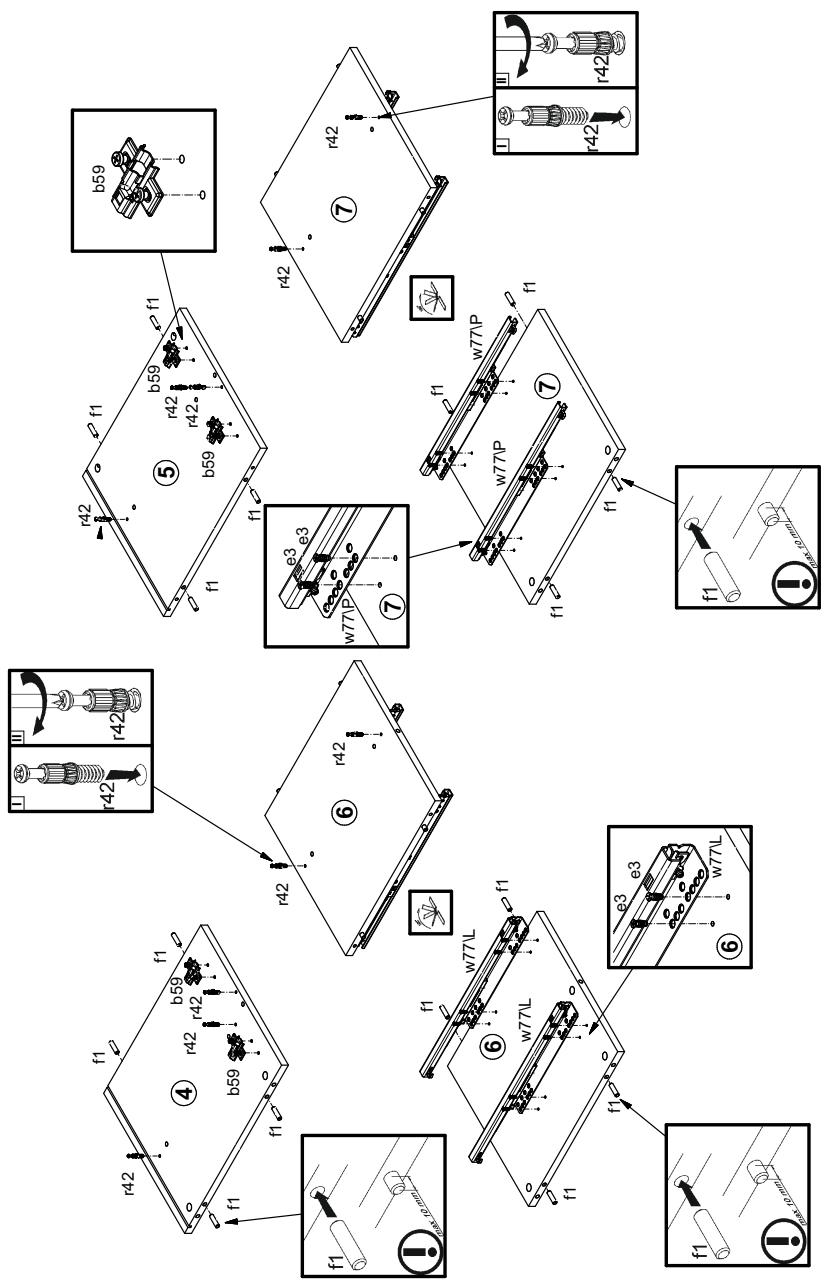
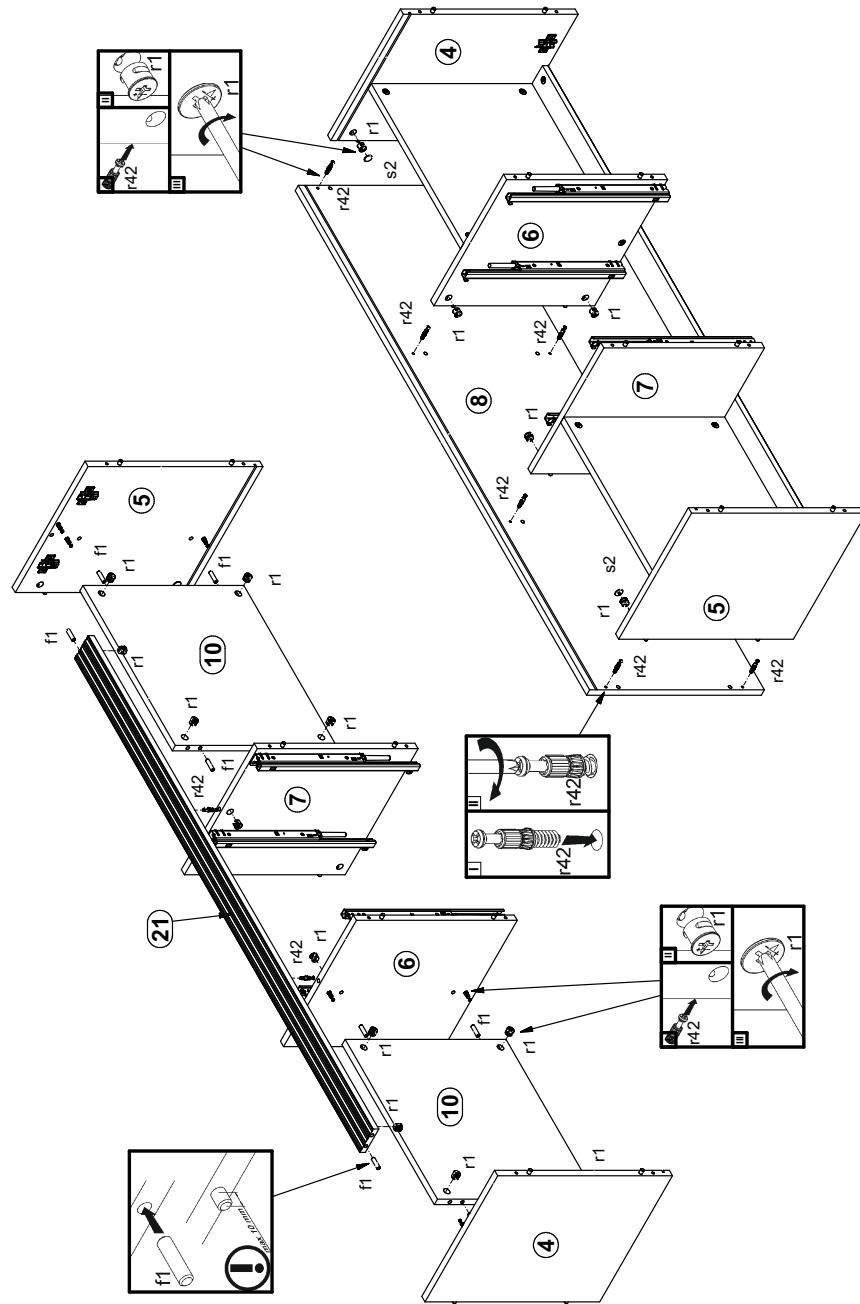

Рисунок 2
Рисунок 3
- В отверстия Ø8 мм на верхних и нижних кромках стенок боковых 4, 5, стенок средних 6, 7 (см. рис. 2), на боковых кромках полок соединительных 10 (см. рис. 3), на боковых кромках планки декоративной 21 (см. рис. 3) вбить деревянные шканты f1.
- В отверстия Ø5 мм на внутренних поверхностях стенок 4, 5 закрепить ответные планки петли b59 (см.рис. 2).
- В отверстия Ø5 мм на внутренних поверхностях стенок 6, 7 закрепить направляющие w77lP и w77lL евровшурупами e3 (см.рис. 2).
- В отверстия Ø5 мм на внутренних поверхностях стенок 4, 5, 6, 7 (см. рис. 2), на нижней поверхности щита 8 (см. рис. 3) вкрутить винты стяжки r42.
- В отверстия Ø15 мм на нижних поверхностях полок 10 (см. рис. 3), на задней поверхности планки 14 (см.рис. 3), на боковых поверхностях стенок 4, 5, 6, 7 вставить стяжки эксцентриковые r1.
- Соединить детали 4, 5, 6, 7, 10, 21 и затянуть стяжки эксцентриковые r1, пользуясь отверткой (см. рис. 3).
- Присоединить щит 8 к стенкам 4, 5, 6, 7 и затянуть стяжки эксцентриковые r1, пользуясь отверткой (см. рис. 3). Стяжки эксцентриковые r1 на стенах 4, 5 закрыть заглушками s2.